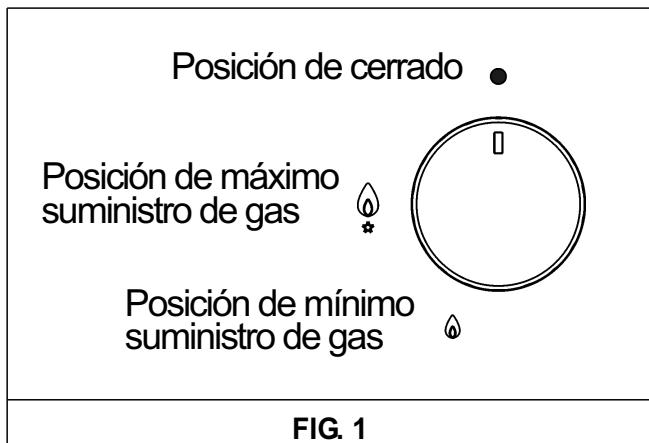

FIG. 1
Presionar y girar hacia la izquierda el mando correspondiente al quemador que se desea usar, colocarlo en la posición de máximo (llama grande fig. 1) y acercar un fósforo encendido al quemador.
En los quemadores dotados de termopar de seguridad, gire el botón giratorio correspondiente al quemador que desea utilizar en sentido contrario al de las agujas del reloj hasta la posición de Máximo (llama grande fig. 1) y presíñelo al advertir un tope. Una vez encendido el quemador, mantenga presionado el botón giratorio durante unos 10 segundos.
- Ponga el botón giratorio en la posición de Mínimo una vez alcanzado el punto de ebullición (llama pequeña fig. 1).
- *el encendido de los quemadores con termopares de seguridad solo puede efectuarse cuando el mando se encuentra en la posición de Máximo (llama grande fig. 1).*